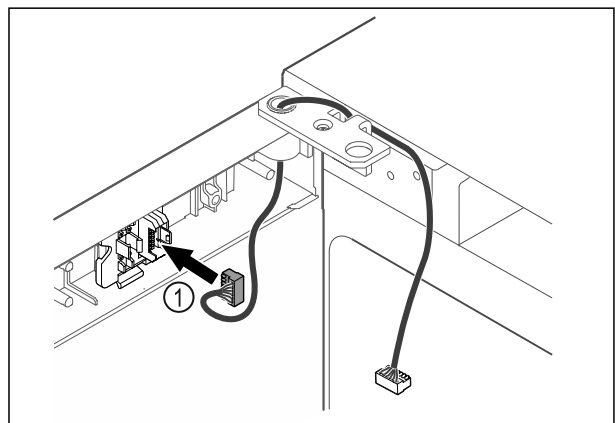

Fig. 44
- ▶ Вставити штекер Fig. 44 (1) в кріплення штекера.